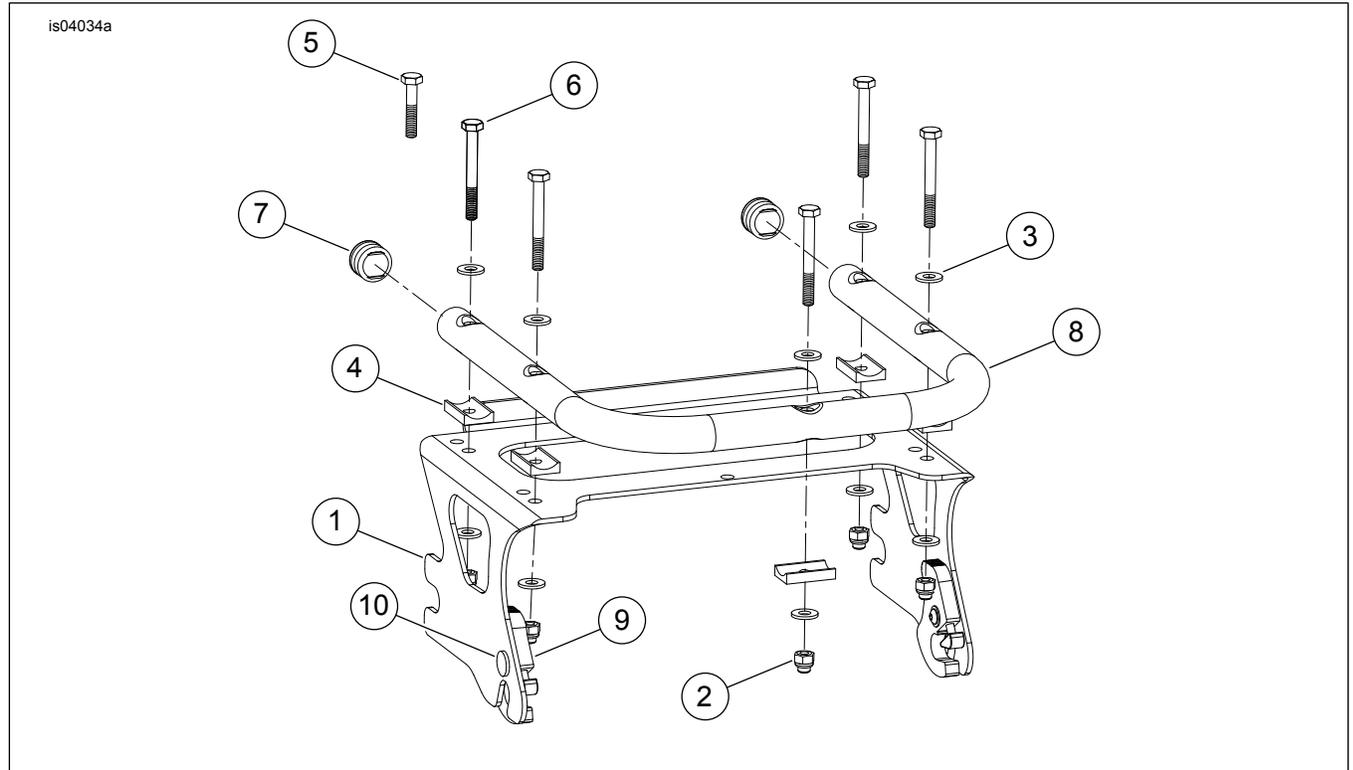

Abbildung 3. H-D Detachables-Touring-Tour-Pak-Träger
Siehe Abbildung 3 und Tabelle 1.
Siehe Abbildung 3 >. Bei der Befestigung des Tour-Pak am Träger in den folgenden Schritten bitte beachten, dass die Bohrungen am Träger zwei Positionen für die Befestigung des Tour-Pak an der gewünschten Stelle vorsehen.
Siehe Abbildung 3 >. Im folgenden Schritt werden die längeren Schrauben (6) für King Tour-Pak bis 2005 und Chopped Tour-Pak verwendet. Die kürzeren Schrauben (5) werden für Tour-Pak aus Leder und King Tour-Pak ab 2006 verwendet.
2. Siehe Abbildung 3 >. Schraube (5 oder 6), zwei flache Unterlegscheiben (3), konkaves Distanzstück (4) und Sechskantsicherungsmutter (2) aus Satz bereitlegen. Mittleres Loch an der Rückseite des Tour-Pak am gleichem Loch im Stützrohr (8) ausrichten. Schraube mit flacher Unterlegscheibe durch Tour-Pak, durch Stützrohr und durch konkaves Distanzstück (konkave Seite zum Stützrohr zeigend) schieben. Auf der Unterseite des Stützrohrs Unterlegscheibe (3) und selbstsichernde Hutmutter (2) anbringen. Auf Einklang der Konkavität des Distanzstücks mit dem Rohr achten, die Mutter festhalten und die Schraube anziehen, bis sie fest sitzt.
3. Schrauben (5 oder 6), zwei flache Unterlegscheiben (3), konkaves Distanzstück (4) und Sechskantsicherungsmutter (2) aus Satz bereitlegen. Oberes Stützrohr (8) an den (vier) Löchern im Detachable Tour-Pak-Träger ausrichten. Schrauben mit flacher Unterlegscheibe durch Tour-Pak, durch Stützrohr durch konkaves Distanzstück (konkave Seite zum Stützrohr zeigend) und dann durch Träger schieben. Auf der Unterseite des Tour-Pak-Trägers Unterlegscheibe (3) und selbstsichernde Hutmutter (2) anbringen. Auf Einklang der Konkavität des Distanzstücks mit dem Rohr achten, die Mutter festhalten und die Schraube anziehen, bis sie fest sitzt.